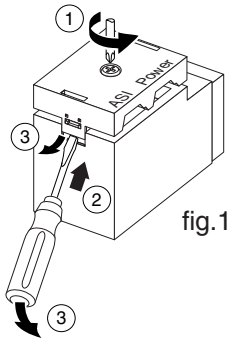

fig.1
- Le connecteur est livré avec couvercle pré-monté. Oter le couvercle pour procéder au câblage (fig.1)